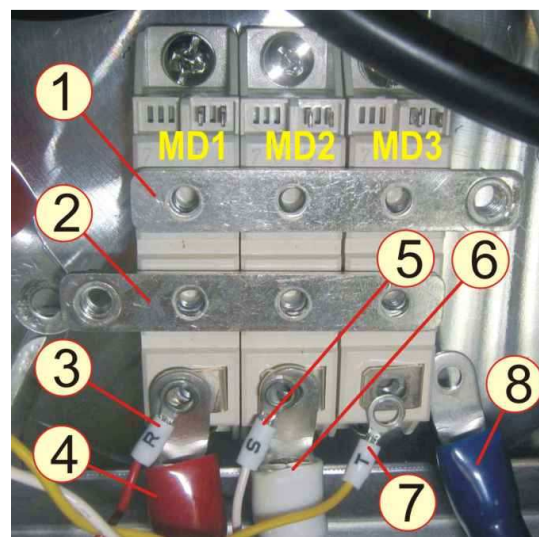
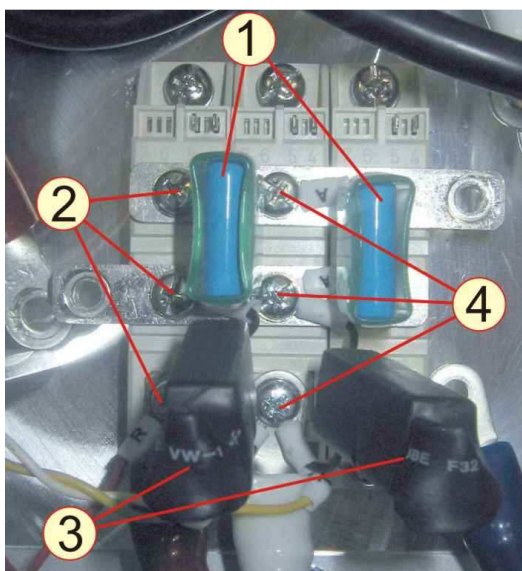

Рисунок 7.24
Рисунок 7.25
7.11.7 Взять шины 1 и 2 (рисунок 7.24), установить над контактами «2» и «3» модулей. Подвести наконечники проводов 3, 4, 5, 6, 7, 8 к контактам «1» модулей MD1, MD2, MD3 (рисунок 7.25).